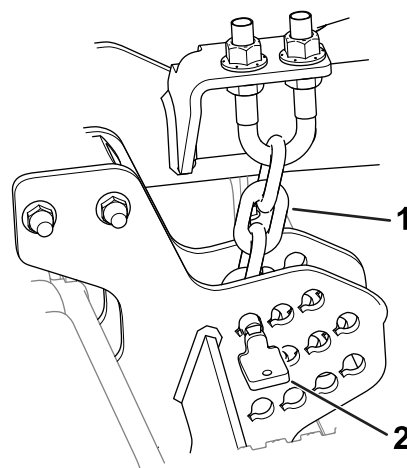

Figure 9
1. Retirez les goupilles qui fixent les chaînes de hauteur de coupe à l'arrière de l'unité de coupe (Figure 9).
Insérez la goupille dans le maillon le plus bas de la chaîne de hauteur de coupe. La chaîne doit pendre bien droite (Figure 9) ; elle ne doit pas être vrillée.